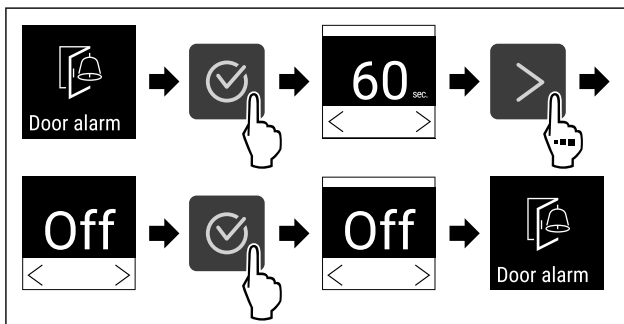

Fig. 106
- Suorita toimenpidevaiheet (katso Fig. 106).